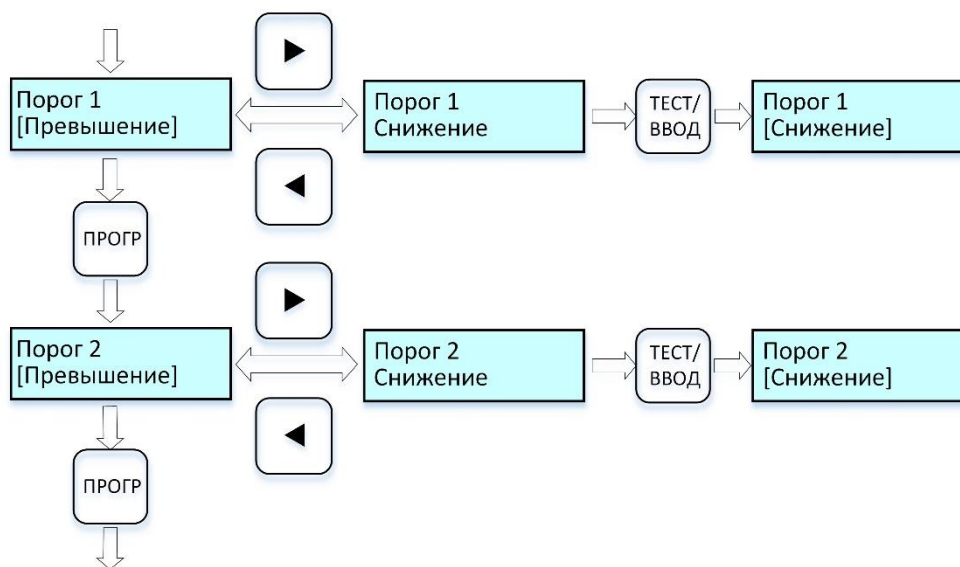

Рисунок 13 – Циклограмма выводимых сообщений на дисплей при настройке режима срабатывания порогов
2.6.5.6 Для **настройки режимов срабатывания порогов 1 и 2** выполнить процедуры по циклограмме *рис. 13*: